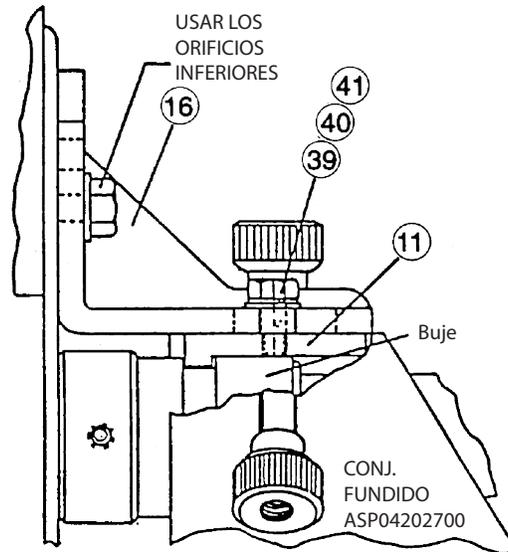

FIG. 10
5. Pase el cable por detrás de la unidad motriz mientras desliza la unidad por encima del cable y la coloca en posición correcta sobre la pieza fundida frontal superior. Haga que parte del borde del buje de traba entre en la ranura del buje del brazo distribuidor (Fig. 10). Gire las abrazaderas de la pieza fundida frontal superior hacia las ranuras de la placa de montaje y ajústelas bien. Después, ajuste los tornillos del buje de traba.